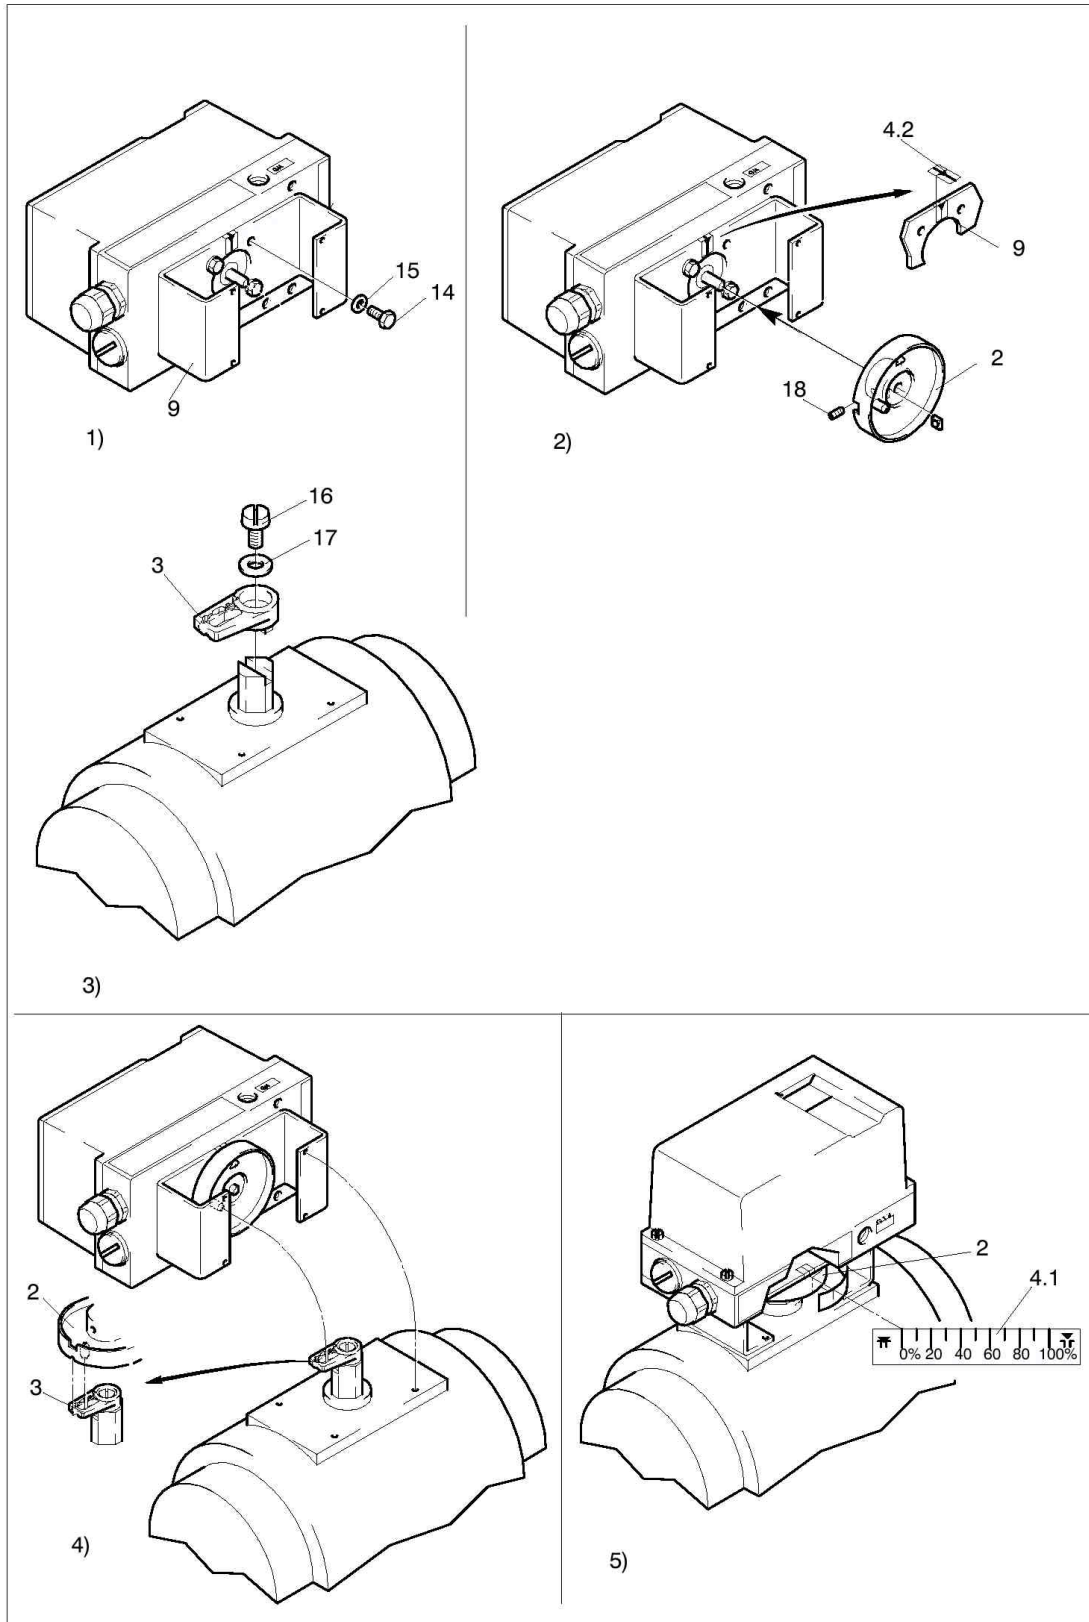

图3 组装顺序（旋转型执行器）
执行器额外的附件如下（序号见图 3，P10 页）
3.3.1 组装顺序（见图 3 P10 页）